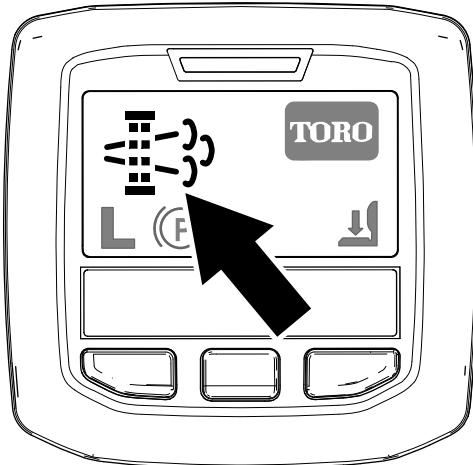

図 44
- インフォセンターに、駐車再生要求アイコンが表示されます 図 44。